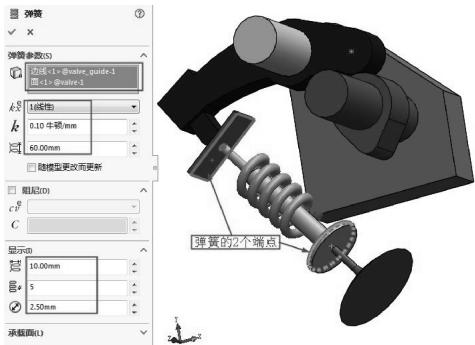

图 8-89 添加线性弹簧
- 05 在凸轮接触的另一机构中需要添加压缩弹簧，以保证凸轮运动过程中时时接触。单击【弹簧】按钮，弹出【弹簧】属性面板，然后设置弹簧参数，如图 8-89 所示。